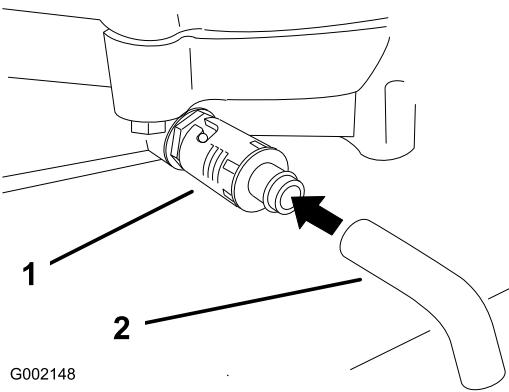

Figura 22
- Coloque un recipiente debajo del tubo de vaciado. Gire la válvula de vaciado para que se drene el aceite (Figura 22).